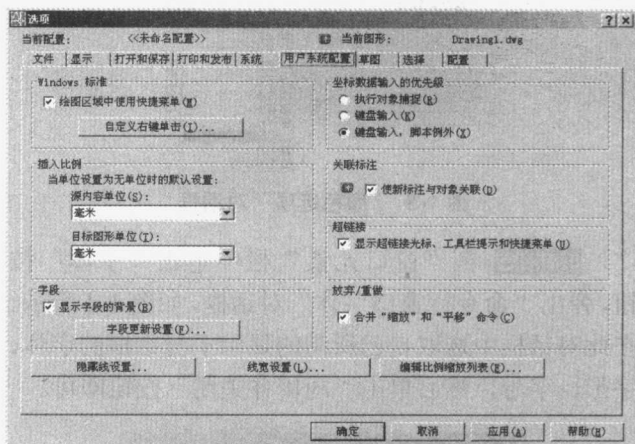

图 1-11 “用户系统配置”选项卡
step 10 设置“用户系统配置”选项卡。在“选项”对话框中单击“用户系统配置”标签，则进入“用户系统配置”选项卡，如图 1-11 所示。在此选项卡中可以自定义右键功能、插入比例、设置线宽等。